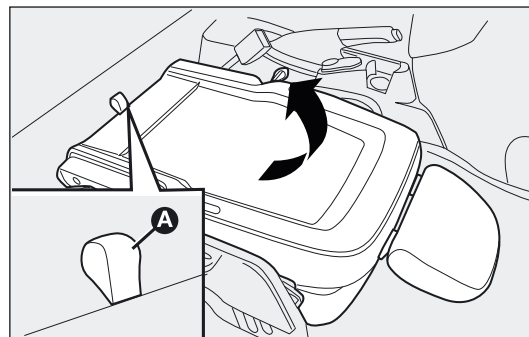

fig. 25
- ☐ pak de lip A-fig. 25 vast en trek de rugleuning omhoog;